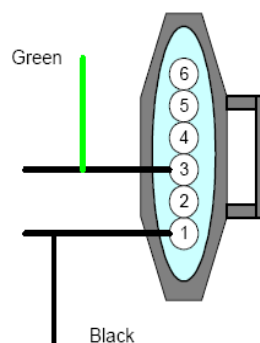

figure 1.
- Soudez le fil noir au fil en position 3 dans le connecteur de la pédale (fig.1).
- Coupez le fil de la position 4 de la pédale d'accélérateur. Soudez le fil blanc au fil en position 4 sur le côté du connecteur. Soudez le fil rouge au fil en position 4 sur le côté du câblage principal (fig.1).
- Soudez le fil vert en position 3 dans le connecteur de la pédale (fig.1).
- Soudez le fil noir au fil en position 1 dans le connecteur de la pédale (fig.1).
- Soudez le fil vert en position 2 dans le connecteur de la pédale (fig.1).
- Soudez le fil noir au fil en position 5 dans le connecteur de la pédale (fig.1).
- Soudez le fil noir au fil en position 8 dans le connecteur de la pédale (fig.1).